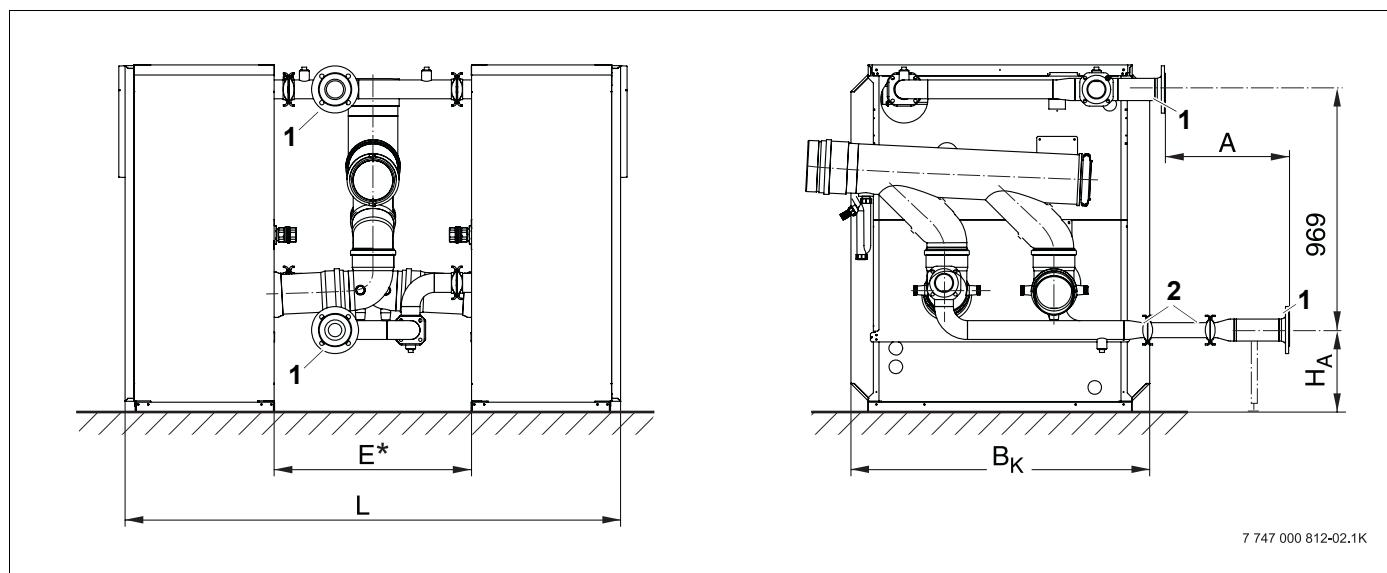

Рис. 2 Размеры каскадного трубного соединения GB312
см. рис. 2 и таб. 2
* См. рис. 2 и таб. 2.
Учтите, что при установке запорных вентилей на подающую VK и обратную RK линии размер Е увеличивается (см. Е* на рис. 2).
* Размер в скобках нужно выдерживать при монтаже запорных клапанов (приобретаются дополнительно) (см. также рис. 2).